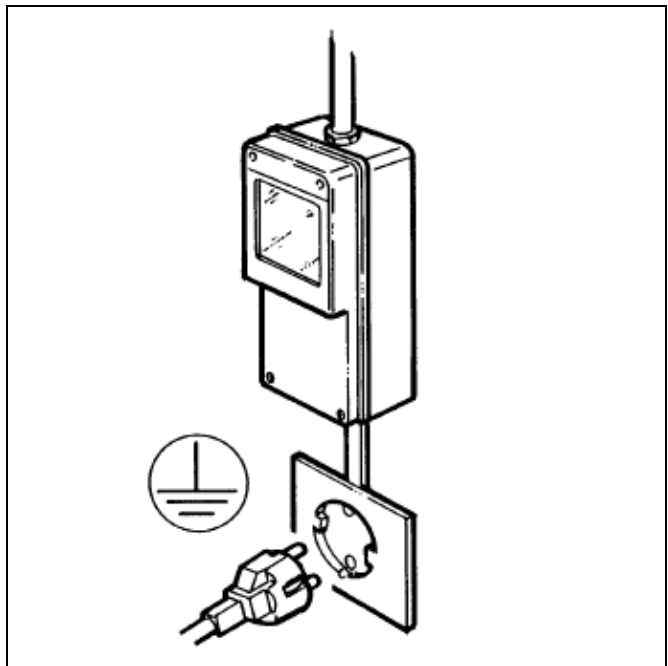

Fig. 28
- S'assurer que le raccordement est effectué à une installation dotée de mise à la terre efficace comme il est prévu par la réglementation de sécurité en vigueur (fig.28).
- Il est indispensable, pour une installation sûre et correcte, de disposer d'une prise spéciale commandée par un interrupteur magnéto-thermique avec une distance d'ouverture des contacts égale ou supérieure à 3mm, conforme à la réglementation nationale de sécurité en vigueur (fig.28).